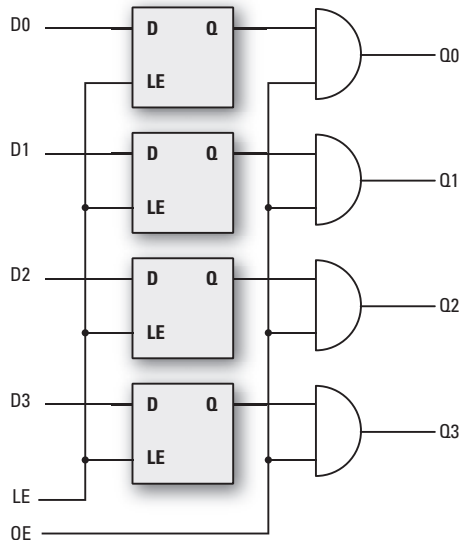

FIGURA 20. La entrada de habilitación Output Enable (OE) permite mostrar los datos a la salida solo cuando esté habilitada dicha entrada.
las salidas. Una de las entradas de cada compuerta **AND** será la salida **Q** del flip-flop **D** correspondiente. La segunda entrada de cada **AND** será la misma para todas, y corresponderá a la entrada **Output Enable (OE)**, ver (Figura 20).